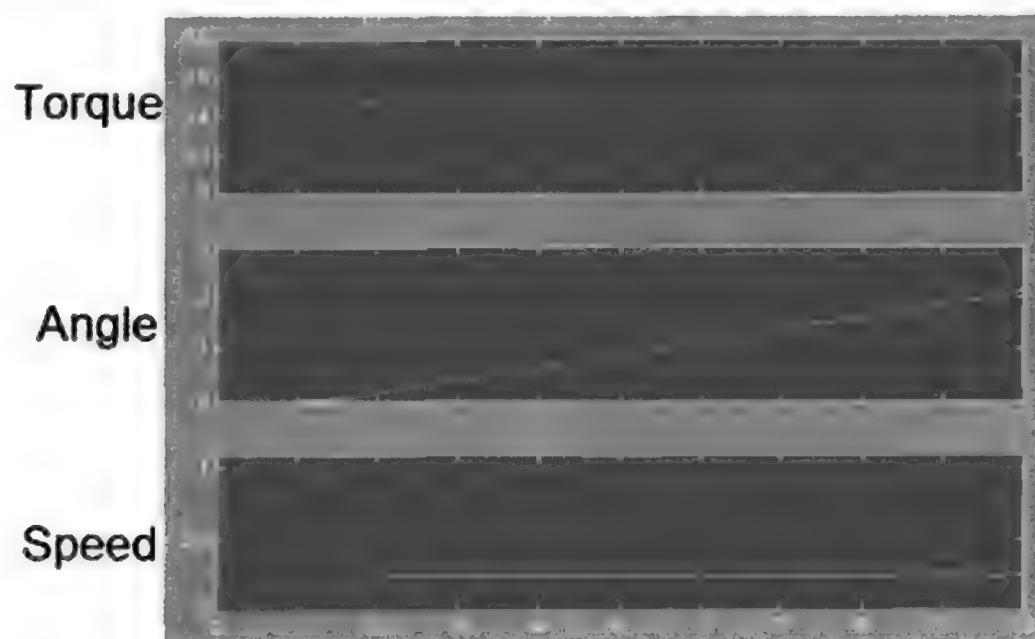

图 2.2.25 电动机模型仿真结果
(5) 运行模型。单击工具栏上的按钮,运行仿真,双击 Scope 模块即可查看仿真结果(按下按钮可以自动调节坐标轴到合适的范围),如图 2.2.25 所示。